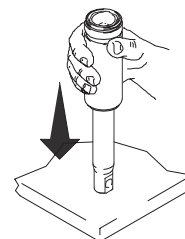

Abb. 5
Abb. 5. Die Pleuellagerung von der Pleuellagerung abnehmen, oder die Pleuellagerung vom Zylinder abnehmen. Mark IV: Das Pleuellagerungsstück (230) von der Pleuellagerung abnehmen.